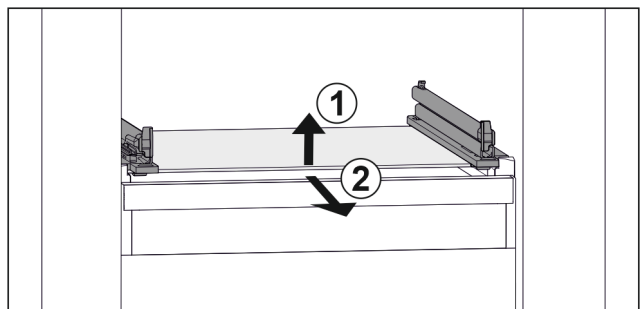

Fig. 110 Примерное отображение стеклопластины
- ▶ Приподнимите стеклопластину спереди. Fig. 110 (1)
- ▶ Извлеките стеклопластину движением вперед. Fig. 110 (2)